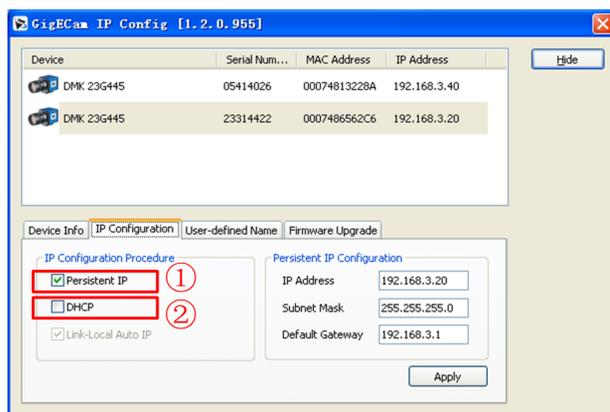

图 4-11 勾选并应用
7、分别将两个相机的 1 处打勾，取消 2 处的打勾，如图 4-11，点击“Apply”进行保存。